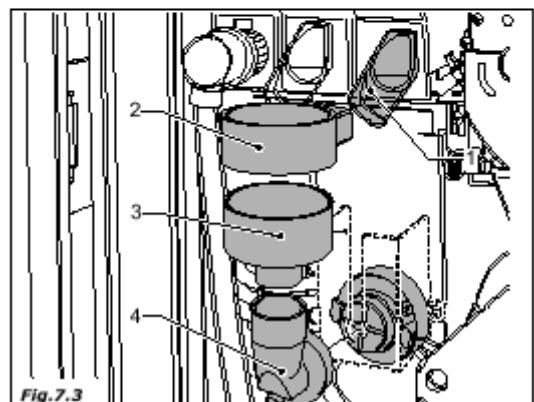

Fig. 7.3
- трубы и желобки для сыпучих продуктов (рис. 7.3. – позиция 1)
- воронки для воды (2), емкости для смешивания (3), взбивальную установку (4)